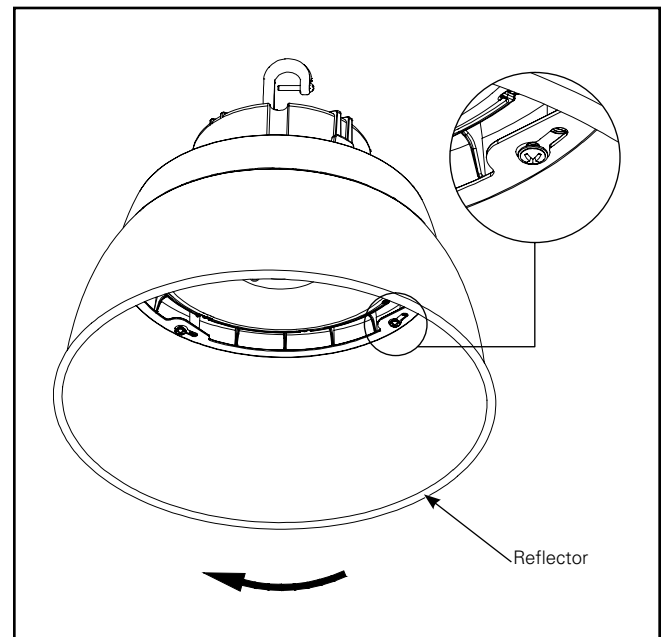

Figura 8.
2. Alinee las ranuras perforadas del reflector con el tornillo y gire el reflector hacia la derecha hasta que se detenga. (Figura 8).